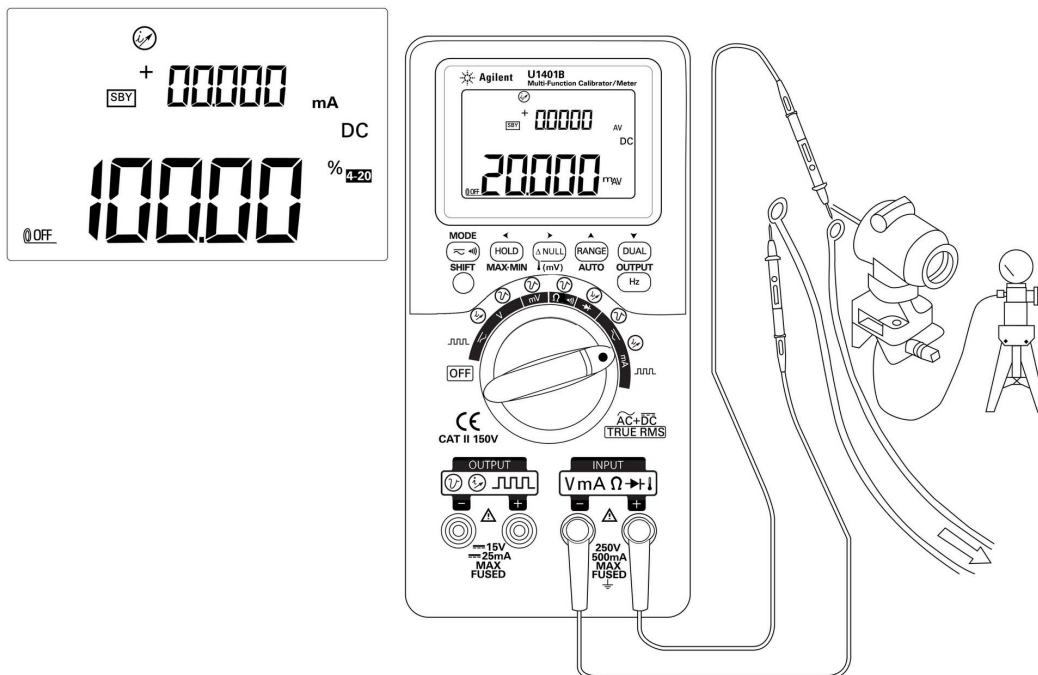

Figura 3-3 Medición (mA) de corriente CC
- 4 Controle los puntos de prueba en serie con el circuito y lea la pantalla (consulte la Figura 3-3).
- 5** Controle los puntos de prueba en serie con el circuito y lea la pantalla. La pantalla incorporada en la Figura 3-3 muestra la lectura de escala de porcentajes que representan 20 mA en el rango de 4 mA a 20 mA.